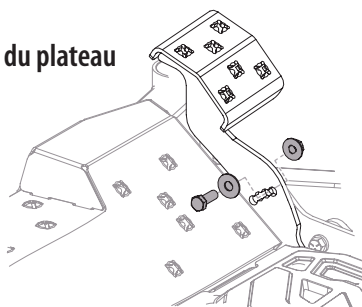

Figure 40
- Retirez le boulon hexagonal, la rondelle et l'écrou hexagonal près du centre de la pédale. Voir Figure 40.
- Réinstallez le matériel précédemment retiré et serrez l'écrou à 28-35 N·m (28-35 lb·pi). Voir Figure 40.